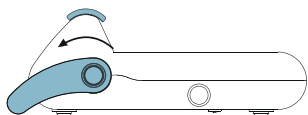

Fig. 2
- 3 Puxe a alavanca de selagem até seu travamento, será emitido um bip (Fig. 2), dando início à selagem (6 segundos). Ao fim deste tempo, o LED  se acenderá e dois bips serão emitidos continuamente.